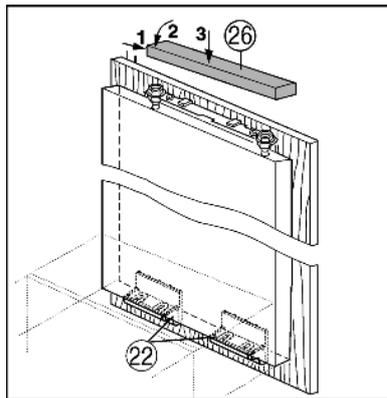

Fig. 19
- ▶ Obere Abdeckung *Fig. 19 (26)* aufsetzen und aufrasten.
- ▶ Die Befestigungswinkel *Fig. 19 (22)* wieder zuklappen.